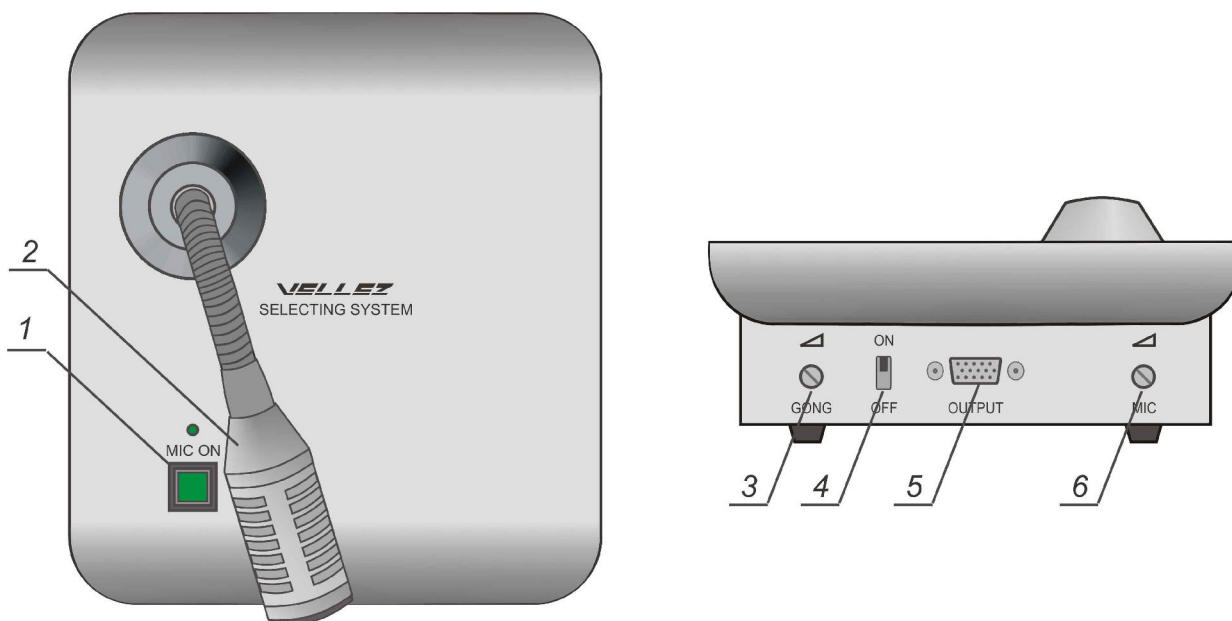

Рисунок 6
8.5 Розміщення органів управління на пульті мікрофонному ПМ-01 наведено на рис. 6.